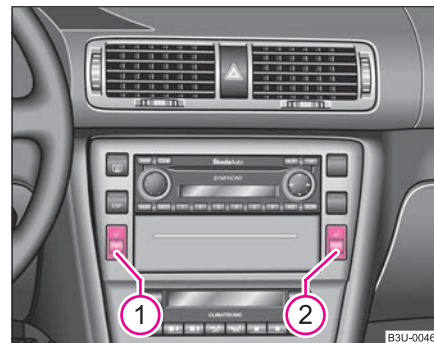

Fig. 63 Cuadro de interruptores: Regulador giratorio para el calefacción de los asientos delanteros
- Girando la rueda moleteada ① ó ② ⇒ página 84, fig. 63 puede conectar y regular la calefacción de los asientos en el lado del conductor o del acompañante.